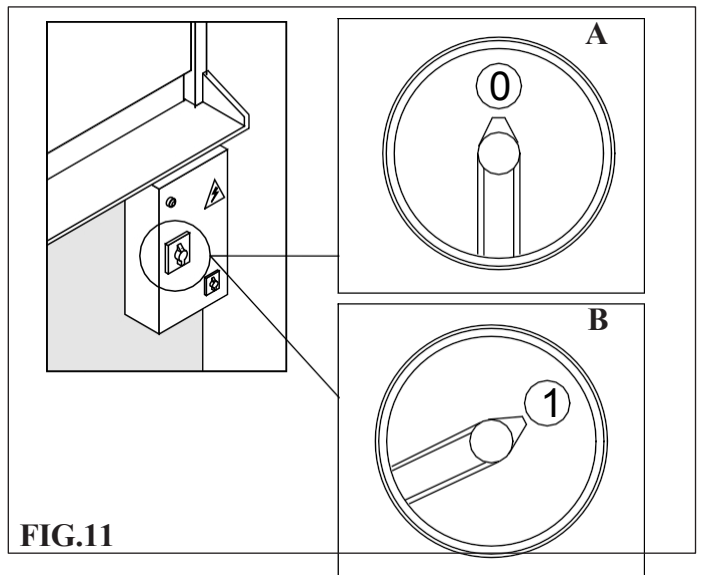
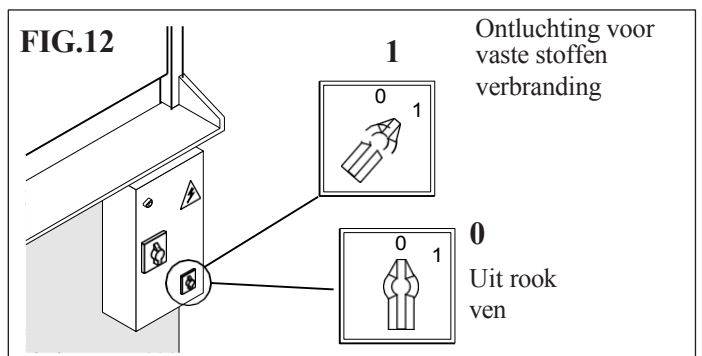

FIG.11
FIG.12
Zet de schakelaar op de 0-stand bij de F85 CV-F120-F240-modellen (pos. A afb.11), bij de F85 (pos. A afb.11B). Steek de stroomkabel van de machine door de wartel onder het stroomrooster (pos. B afb.7). Sluit de draden aan in de aansluitklem volgens het bijgevoegde elektrische schema (TAV. 2) en volg de onderstaande stappen.
- De algemene schakelaar van de machine wordt op 0 gezet (pos.A afb. 11).
Zet de hoofdschakelaar van de machine aan (fig.11 pos.B). Zet de ontluifting aan door op de knop te drukken (fig.12 pos.1).
De algemene schakelaar van het elektriciteitsnet is uitgeschakeld (pos. OFF). De algemene schakelaar van de machine is ingeschakeld 0 (pos.1 afb. 11).
Zet de hoofdschakelaar van de machine aan (pos.1B afb.11). Laad de brandstof met behulp van het rooster in het bovenste gedeelte van de machine. Zet het laden van de brandstof aan en wacht tot de verbranding start.
Schakel vervolgens, nadat de machine is afgekoeld, de afzuiging van het rookkanaal en de ventilatieopeningen uit (pos. 0 in afb. 11) en schakel ten slotte de hoofdschakelaar van de machine uit.